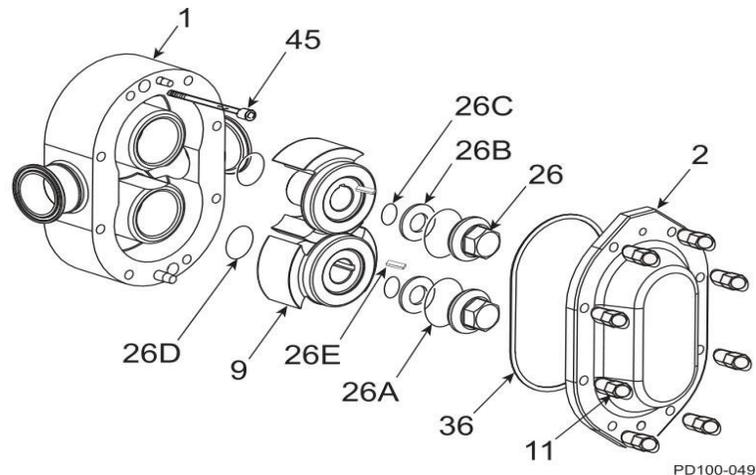

Figure 33 - Vue éclatée de la tête de pompe
1. Retirez les écrous du couvercle (figure 33, élément 11) du couvercle (élément 1). Utilisez un marteau souple, désolidarisez le couvercle (élément 2) des tiges et des goujons situés sur le corps de la pompe.